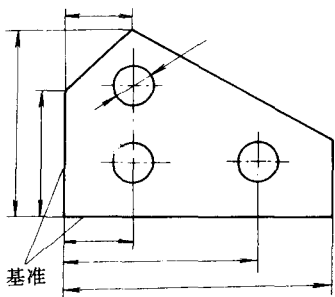

图 1-11 以两个相互垂直的平面(或线)为基准
(1) 以两个互相垂直的平面(或线)为基准 图 1-11 所示该零件上有互相垂直的两个方向的尺寸。图上可以看到外平面上互相垂直的两条线,这两条线即可作为两个方向的划线基准。零件上两个方向的尺寸都可以分别从这两条线为起始线划出。